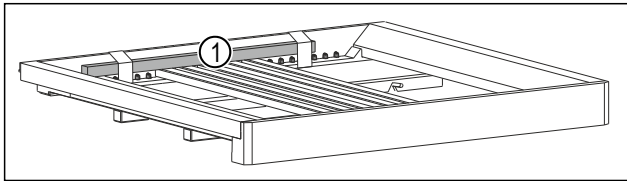

Fig. 7\*
- ▶ Houten staaf Fig. 7 (1) verwijderen.\*